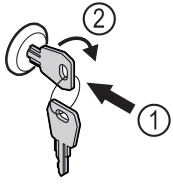

Fig. 131
- ▶ Пъхнете ключа Fig. 131 (1).
- ▶ Завъртете го на 90° по посока на часовниковата стрелка Fig. 131 (2).